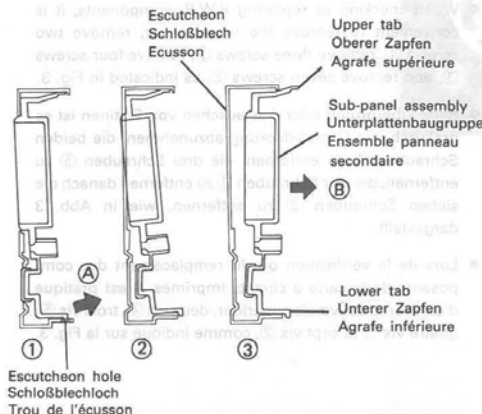

Fig. 6 Abb. 6
After removing the volume control knob (one), BALANCE control knob (one), TREBLE control knob (one), BASS control knob (one), SPEAKERS switchover knob (one) and nuts (one each), remove the sub-panel assembly lower tabs from the escutcheon holes (at three places) (Fig. 6 ①). Pull the lower part of the assembly in the direction of arrow A and remove the upper tabs from the escutcheon holes (at four places) (Fig. 6 ②). Keeping the escutcheon and the sub-panel assembly parallel, pull the sub-panel assembly away from the unit in the direction of arrow B.
Nach dem Abnehmen des Lautstärkereglers (eins), Balanceregler (BALANCE) (eins), Höhenregler (TREBLE) (eins), Baßregler (eins), Lautsprecherschalters (SPEAKERS) (eins) und der Muttern (jeweils eins), die unteren Zapfen der Unterplattenbaugruppe aus den Schloßblechlöchern ziehen (an drei Stellen) (Abb. 6 ①). Den unteren Teil der Baugruppe in Pfeilrichtung A abziehen und die oberen Zapfen aus den Schloßblechlöchern nehmen (an vier Stellen) (Abb. 6 ②). Das Schloßblech und die Unterplattenbaugruppe parallel halten und die Unterplattenbaugruppe von der Einheit in Pfeilrichtung B abziehen.
Après avoir enlevé le bouton de réglage du volume (un), le bouton d'équilibrage (BALANCE) (un), le bouton de réglage d'aigu (TREBLE) (un), le bouton de commutation des haut-parleurs (SPEAKERS) (un) et les écrous (un chacun), retirer les agrafes inférieures de l'ensemble panneau secondaire hors des trous de l'écusson (trois endroits) (Fig. 6 ①). Tirer la partie inférieure de l'ensemble dans le sens de la flèche A, et retirer les agrafes supérieures des trous de l'écusson (quatre endroits) (Fig. 6 ②). Tout en conservant l'écusson et l'ensemble panneau secondaire parallèles, sortir l'ensemble panneau secondaire hors de l'appareil dans le sens de la flèche B.